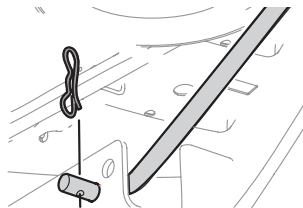

Figura 42
14. Tire del pasador de chaveta hacia afuera de la varilla de elevación delantera de la plataforma que la sujeta a la plataforma (Figura 42). Saque la varilla de elevación de la plataforma del soporte de suspensión frontal.